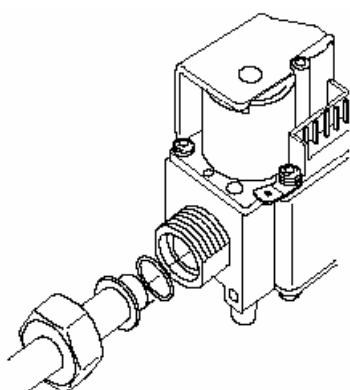

Рис. 6 Соединение с внешней резьбой с гайкой и кольцевым уплотнением
• С гайкой  $\frac{3}{4}$  " и кольцевым уплотнением (смотрите рис. 6)